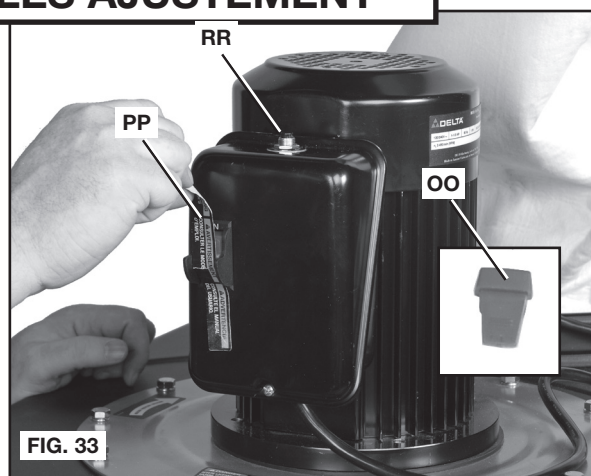

FIG. 33
REMARQUE : le dépoussiéreur est livré avec l'interrupteur à bascule de sécurité (OO), fig. 33, non installé. Il doit être inséré dans l'interrupteur du dépoussiéreur puis mis sur la position « OFF » (ARRÊT) avant utilisation.
DÉMARRAGE ET ARRÊT DU DÉPOUSSIÉREUR (FIG. 33)